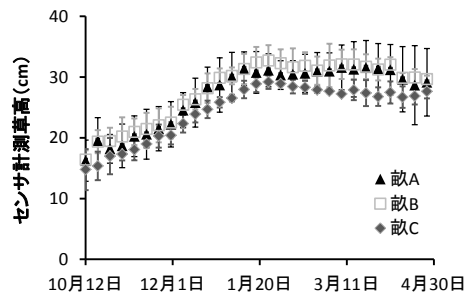

図1 各畝の計測された草高
- 2) 3次元形状計測センサを複数台設置することで，草高やデータのバラツキにより，施設内におけるイチゴの生育ムラを示すことができます（図1）。